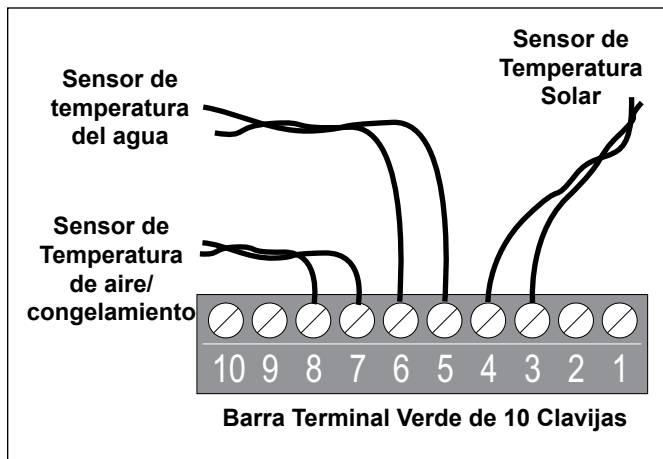

Figura 17. Cableado del sensor de temperatura para la combinación de piscina/spa
4. Lleve el cable hasta el centro de carga, a través del conducto de bajo voltaje. Corte el exceso de cable. Pele 6" de la chaqueta, y 1/4" de cada cable. Conecte los cables de los sensores a la barra terminal de 10 clavijas (véase Figura 17).